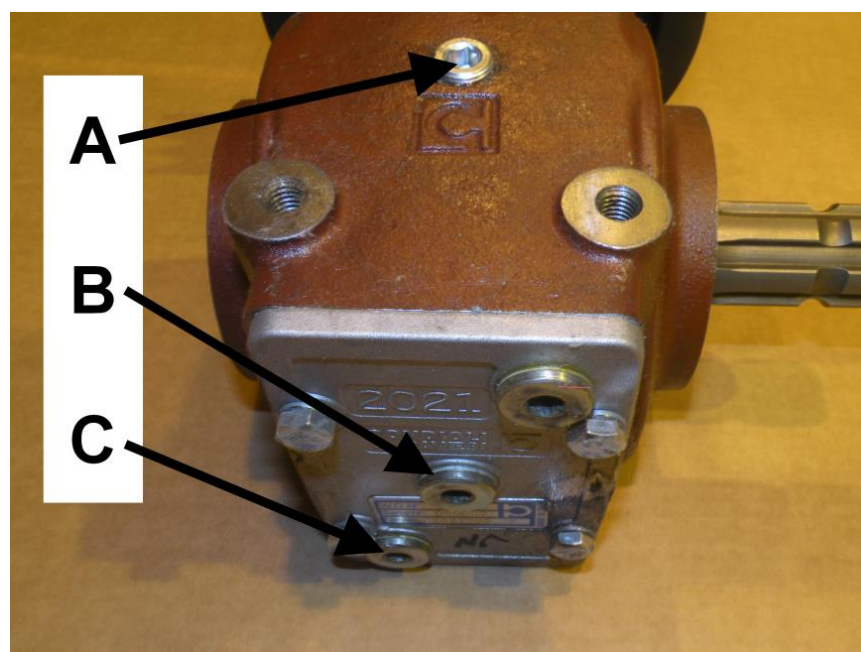

Bild 88.
4. Öppna vinkelväxels tömningshål C på bild 88 och töm vinkelväxels olja i ett lämpligt kärl. Öppna också påfyllningsöppningen A så kan du enklare tömma oljan. Stäng slutligen tömningshålet C.